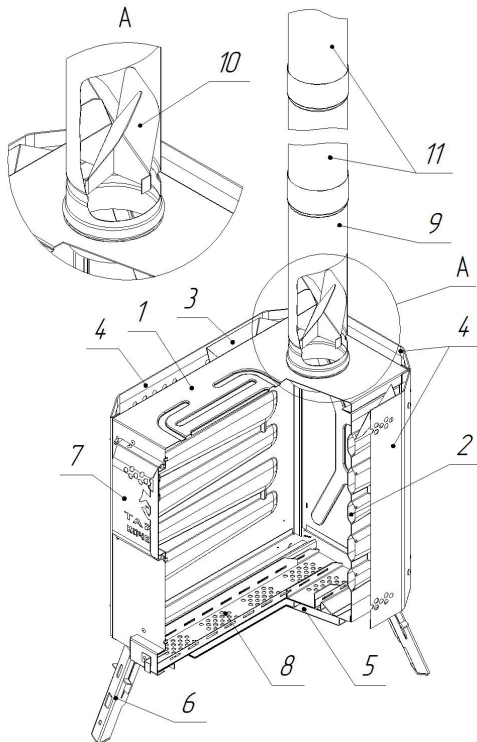

Рисунок 1 Общий вид печи «Тарий Кочевник»
- Установите дымоход (см. рисунок 1). Первым устанавливается стартовый модуль с кольцевым расширением с одной стороны, которое служит упором в топку. В стартовом модуле размещается искрогаситель. Далее на стартовый модуль устанавливаются остальные модули дымохода.
Для мобильной, но в то же время полноценной бани, в печи предусмотрено наличие двух парообразователей (патент РФ № 2310135 от 27.10.2005) увеличенного объема, обеспечивающих получение «легкого» пара без применения камней. Они располагаются по бокам топки и имеют заливные воронки, встроенные в парообразователь (см. рисунок 1).